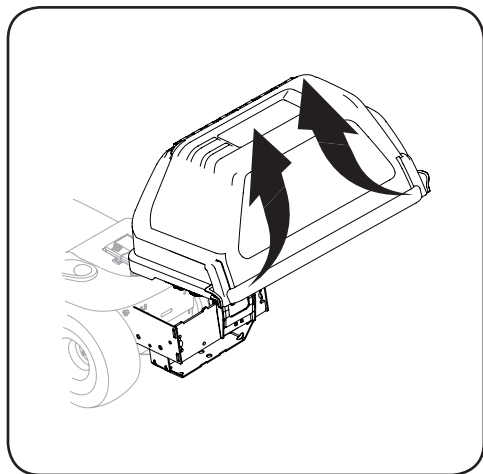

Figure 5-2
3. Soulevez le couvercle du bac récupérateur en pressant sur l'encoche arrière droite et sur l'encoche arrière gauche (1) et en soulevant la partie arrière du couvercle (2). Voir Figure 5-2. Ne retirez pas le boyau de la goulotte.